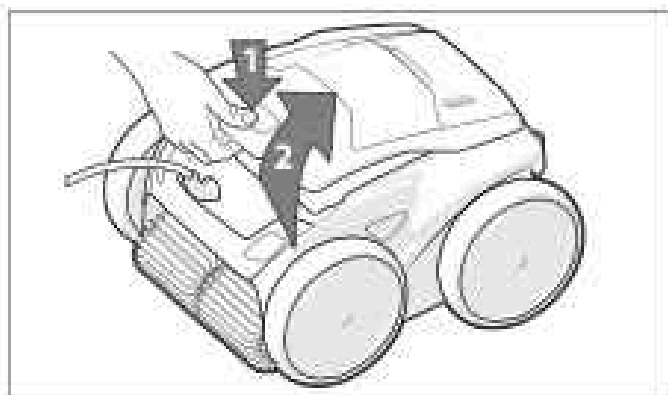

Figure 19. Soulever le couvercle du nettoyeur
3. Poussez le verrou du couvercle (1) et soulevez le couvercle (2) jusqu'à ce qu'il soit bloqué en position verticale (Figure 19).